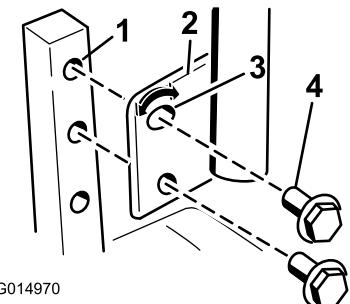

Figura 27
1. Retire los 2 pernos que fijan la palanca de control al brazo de la palanca (Figura 27).
2. Mueva la palanca al juego de taladros siguiente. Fije la palanca con los 2 pernos (Figura 27).
2. Afloje el perno inferior lo suficiente para poder desplazar hacia adelante o hacia atrás la palanca de control (Figura 27). Apriete ambos pernos para fijar el control en la posición nueva.